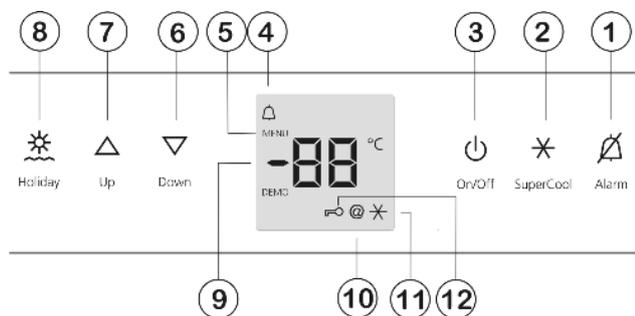

Fig. 3
- ▶ Нажмите кнопку On/Off Fig. 3 (3).